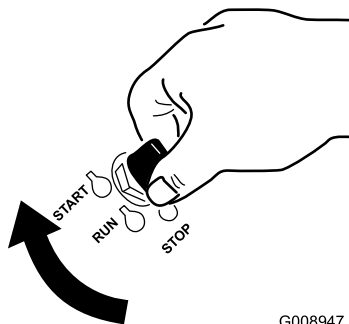

Figure 13
7. Tournez la clé de contact à la position de démarrage (Figure 13). Relâchez la clé quand le moteur démarre.
1. Tournez la clé de contact à la position de démarrage (Figure 13). Relâchez la clé quand le moteur démarre.